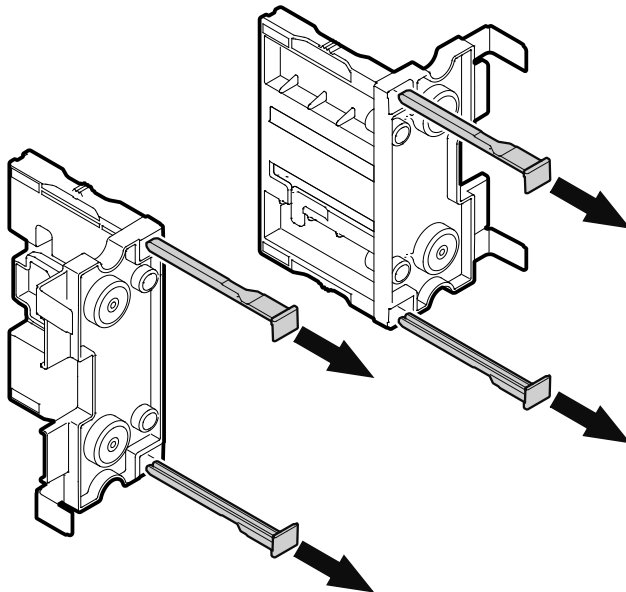

Figure 26
3. Retirer les goupilles d'arrêt des deux supports. Les supports sont fournis avec le kit d'accessoires de l'appareil (**Figure 26**).